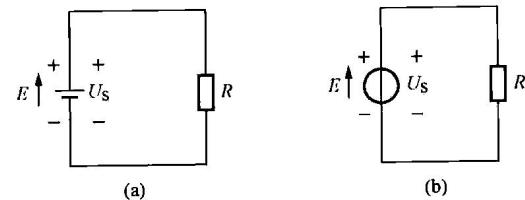

图 1-3 电动势的标示法
(1) 定义：把单位正电荷从电源的负极移动到正极，外力克服电场力所做的功，称为电源的电动势。电动势用字母  $E$  表示。
(2) 电动势的标示方法：用箭头标示，如图 1-3 所示。图 1-3 (a) 中电源的符号可用于表示直流电源，也可用于表示电池。图 1-3 (b) 中电源的符号是一般直流电源的符号。